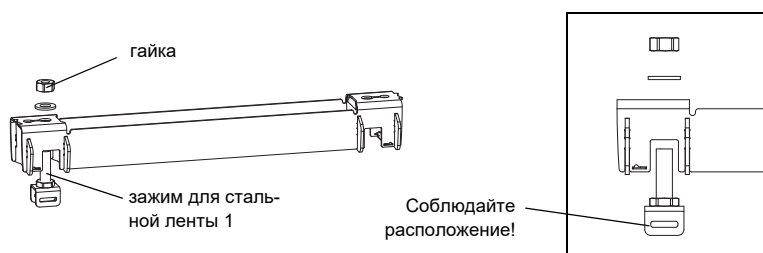

Рис. 8.17: Рельс с зажимом для стальной ленты
- Вставьте зажим для стальной ленты в рельс (смотри зажим для стальной ленты 1 в Рис. 8.17). Проследите за правильном расположении зажима для стальной ленты.